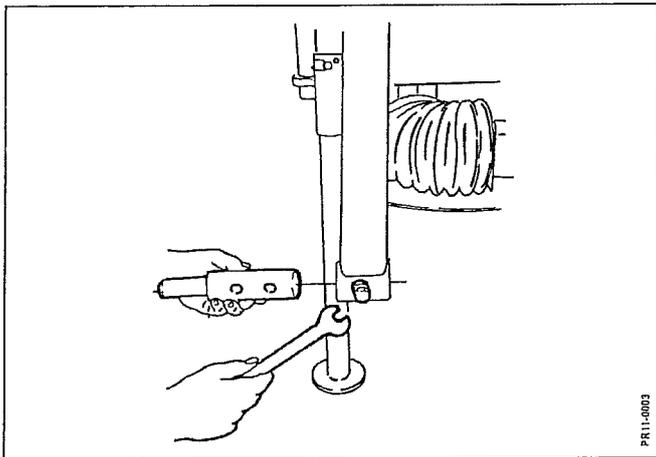

Fig. 2-3
- Fig. 2-3:** Le bras droit peut être réglé latéralement et adapté ainsi à la largeur du tracteur.